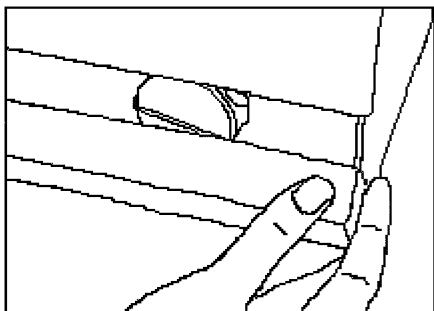

Fig.12
- Retirez la plinthe en la poussant manuellement vers le haut à l'aide des griffes, puis en la tirant vers vous (Fig. 12).